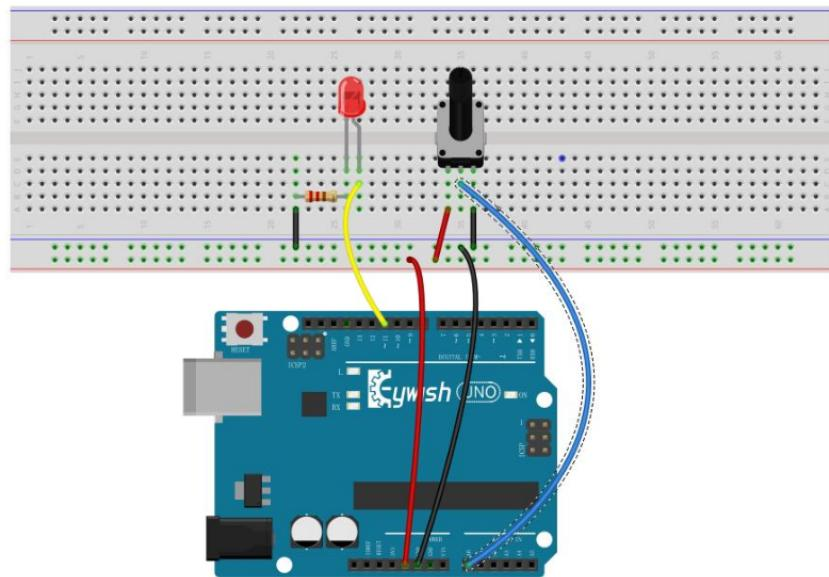

图 6.2: 实验接线图
- (1) 按照如图6.2所示的方式完成接线；
- (2) 打开 Arduino IDE，输入程序；
- (3) 检查无误后上传程序；
- (4) 不断旋转电位器的转柄，观察并记录 LED 灯的亮度变化；同时打开串口监视器，查看打印出的电压值和其对应的 PWM 占空比信息。